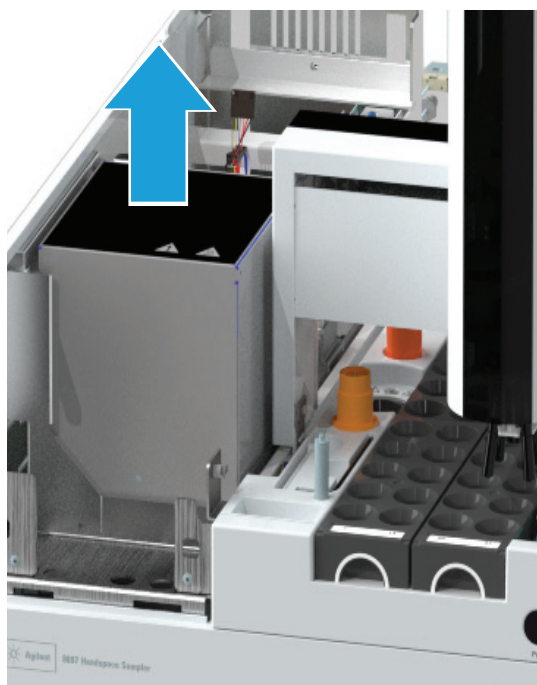

図4. バルブ加熱部カバーの引き上げ
- 3 バルブ加熱部カバーを慎重にまっすぐ引き上げ、ヘッドスペースから外します(図4)。